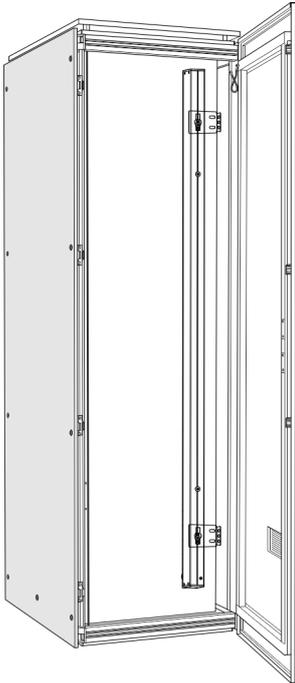

Abb. 16: Rack mit PDU
4. ➔ PDU in die Einhängewinkel einhängen (Abb. 16).